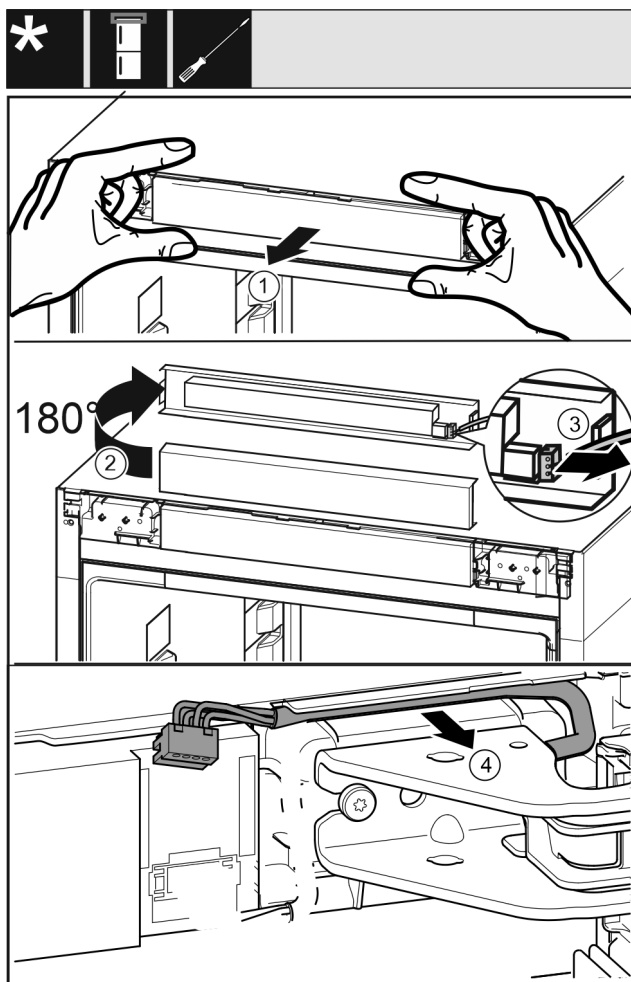

Fig. 9
- ▶ Обережно ослабити невелику панель керування пристрою вперед. Fig. 9 (1)
- ▶ Повернути невелику панель керування вгору на 180°. Fig. 9 (2)
- ▶ Притиснути фіксувальний виступ вниз та обережно витягнути штекер. Fig. 9 (3)
- ▶ Обережно від'єднати кабель над опорним кронштейном від направляючої. Fig. 9 (4)